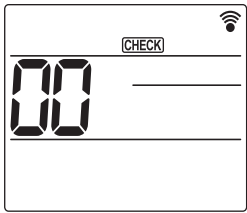

Fig. 6-7
- 2 Appuyez sur la touche **MENU** pendant 5 secondes. (Fig. 6-7)